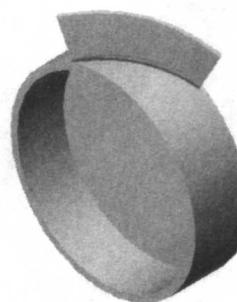

图 2-14 圆角
STEP⑫ 对扇叶连接处设置圆角, 半径 0.2mm, 如图 2-14 所示。